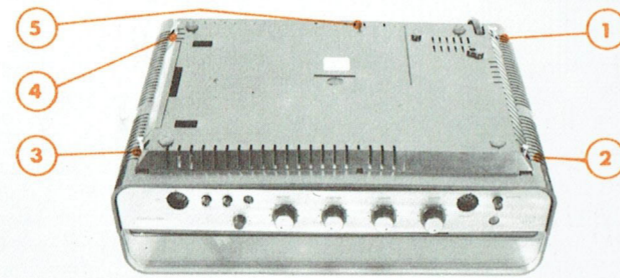
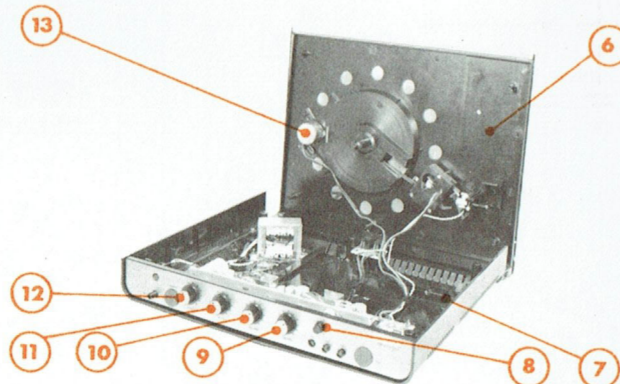
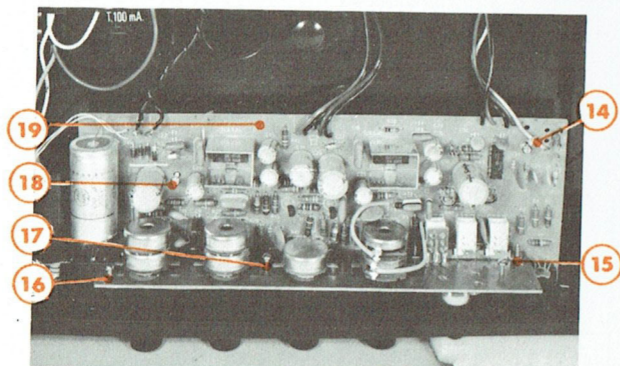
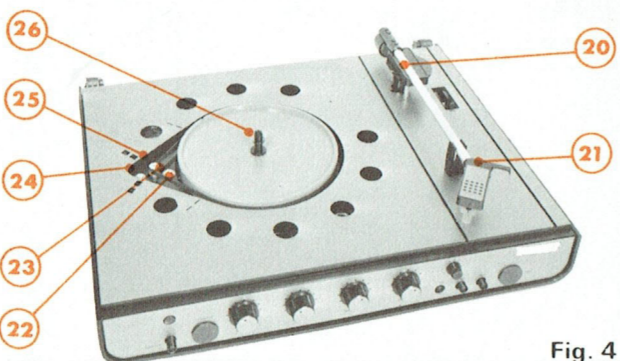

Fig. 1
Fig. 2
Fig. 3
Fig. 4
A - ACCES AUX CIRCUITS ELECTRIQUES ET A LA PLATINE TOURNE-DISQUES (Fig. 1 - Fig. 2 - Fig. 3)
- 2° - Retourner l'appareil comme indiqué à la figure 1.
- 3° - Enlever les vis (1), (2), (3), (4) et (5).
- 4° - Désolidariser la platine tourne-disques (6) du cofret (7) et la dégager vers l'arrière comme indiqué à la figure 2.
- 5° - Tirer les boutons (8), (9), (10), (11) et (12).
- 6° - Dévisser et enlever les vis de fixation (14), (15), (16), (17) et (18).
- 7° - Retirer le circuit imprimé (19).
B - DEMONTAGE DU BRAS DE LECTURE (Fig. 2 - Fig. 4)
- 2° - Dessouder les fils du bras de lecture (21).
- 3° - Remettre la platine tourne-disques (6) comme indiqué à la figure 4.
- 4° - Dégager et enlever la goupille (20).
- 5° - Retirer le bras de lecture (21).
C - DEMONTAGE DU MOTEUR (Fig. 2 - Fig. 4)
- 2° - Dessouder les fils du moteur (13).
- 4° - Enlever l'anneau d'arrêt (26).
- 6° - Enlever les vis de fixation (23) et (24).
- 7° - Retirer la courroie (22).
- 8° - Dévisser et enlever la poulie (25).
- 9° - Déposer le moteur (13).